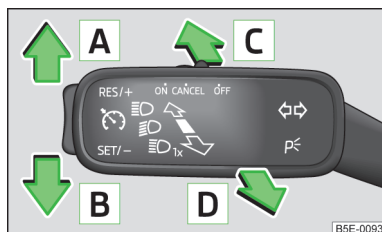

Fig. 29
- Tirare la leva degli indicatori di direzione e degli abbaglianti verso il volante spingendola contemporaneamente verso il basso » fig. 29 a pagina 61.
- Tirare la leva degli indicatori di direzione e degli abbaglianti verso il volante spingendola contemporaneamente verso l'alto » fig. 29 a pagina 61.
Posizioni della leva di comando » fig. 29.